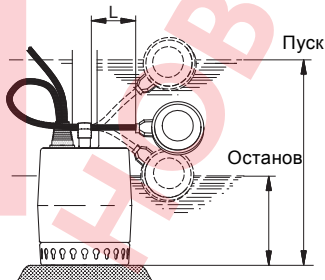

Рис. 6 Уровни пуска/останова, Unilift KP-A
Чтобы поплавковый выключатель запускал и отключал насос, длина свободного конца кабеля (L) должна быть минимум 70 мм и максимум 150 мм. См. рис. 6.